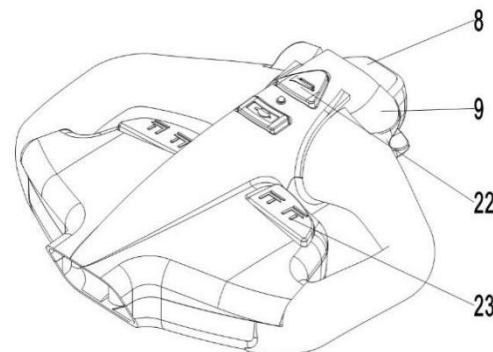
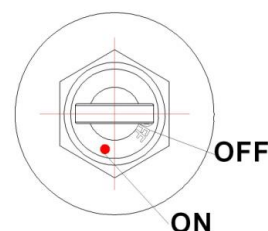
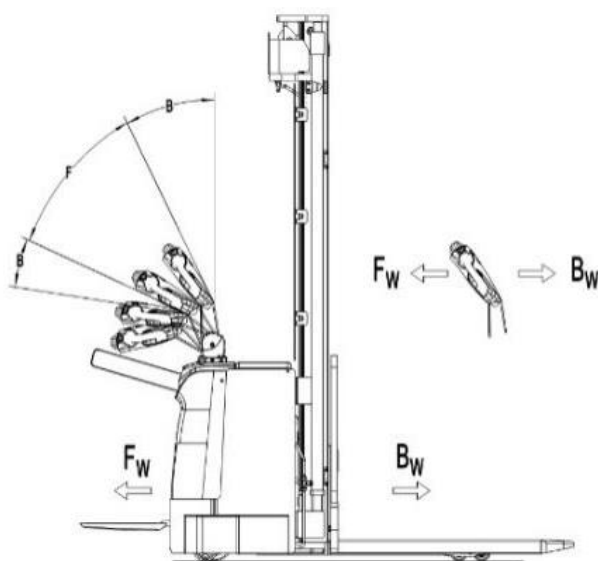

Рис. 7: Рукоятка управления
Рис. 8: Замковый выключатель
Рис. 11: Направления движения
Нажмите кнопку подачи звукового сигнала (рис. 7, поз. 22), чтобы включить звуковой предупреждающий сигнал.
Подведите штабелер с опущенными вилами под поддон полностью. Нажмите и удерживайте кнопку подъема (рис. 7, поз. 23) пока не достигните желаемой высоты подъема.
Если вилы штабелера находятся в стеллажном пространстве, необходимо осторожно отъехать от стеллажа с или без паллета. Во время движения необходимо удостовериться, что вилы не задевают стеллаж. Нажать и удерживать кнопку снижения (рис. 7, поз. 23). Опускать груз, пока вилы не освободятся от паллета, затем аккуратно отъехать от груза.
После того, как ключ повернут в положение «ON» (ВКЛ) (Рис.8), либо введен ПИН-код или использована карточка доступа, и аварийная кнопка вытянута, переведите ручку управления в рабочее положение («F», рис.11).
Отклоните маховики управления в нужном направлении «вперед» («Fw», рис. 11) или «назад» («Bw», рис. 11).
Контролируйте скорость передвижения при помощи маховиков (рис. 7, поз. 9) для достижения требуемой скорости.
- Переключение маховиков управления (рис. 7, поз. 9) обратно в начальное положение или освобождение маховиков активирует систему торможения. Штабелер тормозит до полной остановки.
- При переключении маховиков управления (рис. 7, поз. 9) из положения «движение в одном направлении» в положение «движение в противоположном направлении», штабелер постепенно тормозит, пока не начнет движение в противоположном направлении.
- Штабелер тормозит, если ручку управления перевести в верхнее или нижнее положение к точкам торможения («В», рис. 11). При отпускании рукоять управления автоматически возвращается в верхнее положение к точке торможения («В», рис. 11). Штабелер будет тормозить, пока не остановится.
- Кнопка противоотката (безопасности) (рис. 7, поз. 8) защищает оператора от получения повреждений и травм. Если эта кнопка включена, штабелер тормозит и начинает движение в противоположном направлении («Вw», рис. 11) на небольшое расстояние и останавливается. Необходимо помнить, что эта кнопка действует, даже если штабелер не едет, но ручка управления находится в рабочем положении.